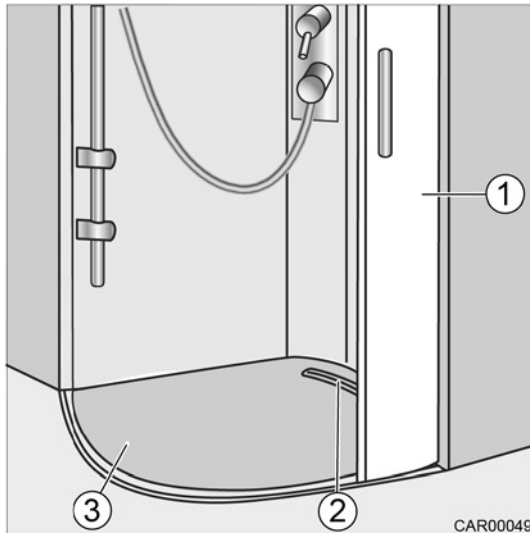

Fig. 159 Protection du receveur de douche
1. Fermer la porte (Fig. 159/1) à moitié.
2. Soulever la protection (Fig. 159/3) et sortir l'évidement (Fig. 159/2) de la porte (Fig. 159/1).
3. Retirer la protection (Fig. 159/3).